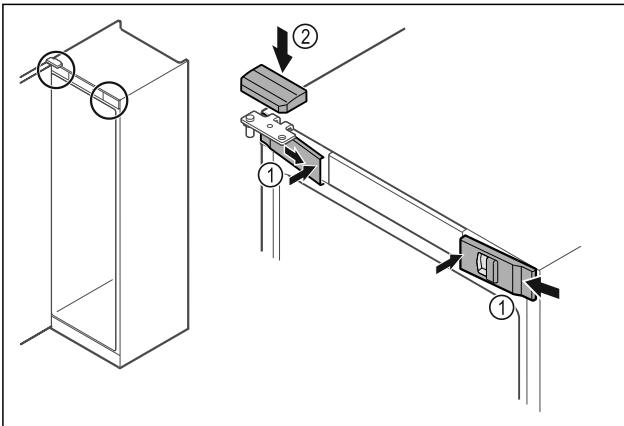

Fig. 55
- Įkabinkite priekines dengiamasias plokštėles Fig. 55 (1) šone ir užfiksukite vidinėje pusėje.
- Užfiksukite viršutinę dengiamąją plokštelię Fig. 55 (2) iš viršaus.